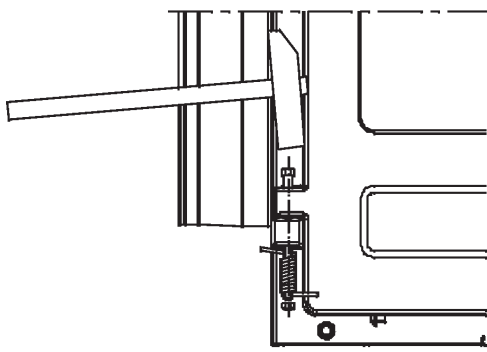

Abb. 1.
-Türe schließen, die Vorderplatte abnehmen, den Stift an dem unteren Scharnier herausnehmen, die Imbusschraube so hineingeben, dass ca. 15 mm aus dem Scharnier herausragt. Setzen Sie die Feder so auf die ein wenig überspannte Schraube, dass ein Ende in den Ofenrand einhakt. Feder halten, Schraube stampfen, auf die Schraube eine geschlossene Schraubenmutter aufsetzen (siehe Bild 1).
Der Kessel muss an das System der Zentralheizung mit einem offenen expansiven Gefäß angeschlossen werden, so dass, falls Wasser überheizt wird, es nicht zu einer Druckerhöhung kommt (Bild 1). Wir empfehlen den Einbau eines Mischhahns mit vier Anschlüssen (Mischventil), welcher eine Temperaturregung am Anfang der Rohrleitung der Heizung ermöglicht, wobei die Wassertemperatur im Kessel immer noch hoch genug ist (60 – 70°C), um Schwitzen des Kessels oder Niedrigtemperatur-Korrosion zu vermeiden. Anstatt des Mischventils kann auch ein Thermostat eingebaut werden, dessen Messfühler am Anfang der Rohrleitung ist. Der Thermostat schaltet die Pumpe erst ein, wenn die Wassertemperatur im Kessel, d. h. am Anfang der Rohrleitung hoch genug ist. Auf den Bildern 1 und 2 wurde dargestellt, wie man den Kessel an die Installation der Zentralheizung anschließen soll.